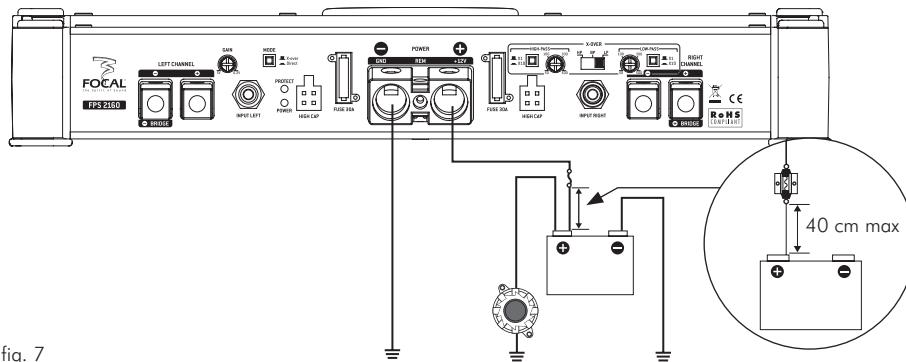

fig. 7
- 9 - Toujours protéger la batterie et le circuit électrique de dommages potentiels à l'aide de fusibles. Installer un porte-fusible et un fusible appropriés sur le câble d'alimentation 12 V positif (+) à moins de 40 cm de la borne de la batterie. Idéalement, cette distance doit être la plus courte possible (fig.7).
**3.7 -** La phase d'installation du porte-fusible dédié à sécuriser l'installation peut maintenant débuter. Le porte-fusible doit être relié de part et d'autre du câble d'alimentation positif (+). Il doit être situé proche de la batterie {10 à 40 cm (fig.7)}. Démonter le porte-fusible en prenant soin d'ôter le fusible. Fixer le socle du porte-fusible. Couper le câble d'alimentation rouge entre 10 et 40 cm (maximum) de la batterie (fig.7). Garder la chute de câble qui servira pour relier l'autre extrémité du porte-fusible à la borne positive (+) de la batterie du véhicule. Dénuder 1 cm (fig.3), puis étamer. Visser le câble dans le bornier du porte-fusible. Récupérer la chute de câble restante. Dénuder 1 cm (fig.3), puis étamer. Visser le câble dans l'autre bornier du porte-fusible.